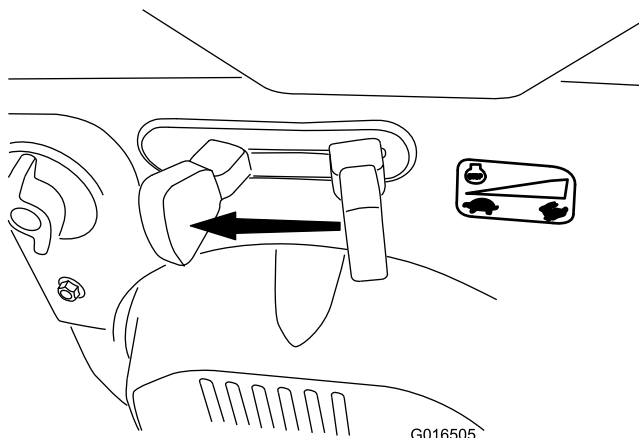

Figura 27
1. Portate l'acceleratore in posizione SLOW (lenta) e quindi in posizione STOP (arresto) (Figura 27) per spegnere il motore. È possibile arrestare il motore anche tirando in fuori la chiave di accensione nella posizione centrale.